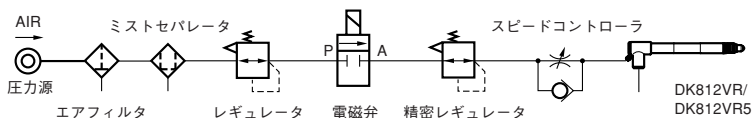

図1.空圧回路
- エアー取付口を通じて、測定子操作をする場合には、図1のような構成の空圧回路を用いますと、エアー駆動が可能となります。空気の圧力は、 0.025 ± 0.01 MPa程度が適当です。圧力のコントロールには、精密レギュレータ（例：SMC製IR2010相当）を使用してください。
- スピンドルの押し出し速度が速い場合、ワークに触れた瞬間に表示がエラーになることがあります。この場合は、図1のようにスピードコントローラにてスピンドルの速度調整をしてください。